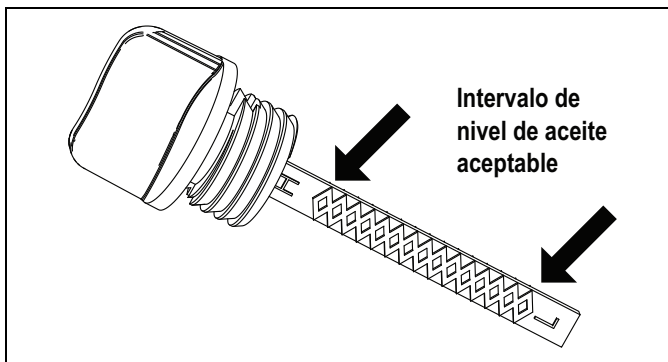

Figura 6-2. Varilla de medición
5. Si el nivel es bajo, llene hasta que el nivel de aceite esté entre “L” y “H” en la varilla de medición (Figura 6-2.).